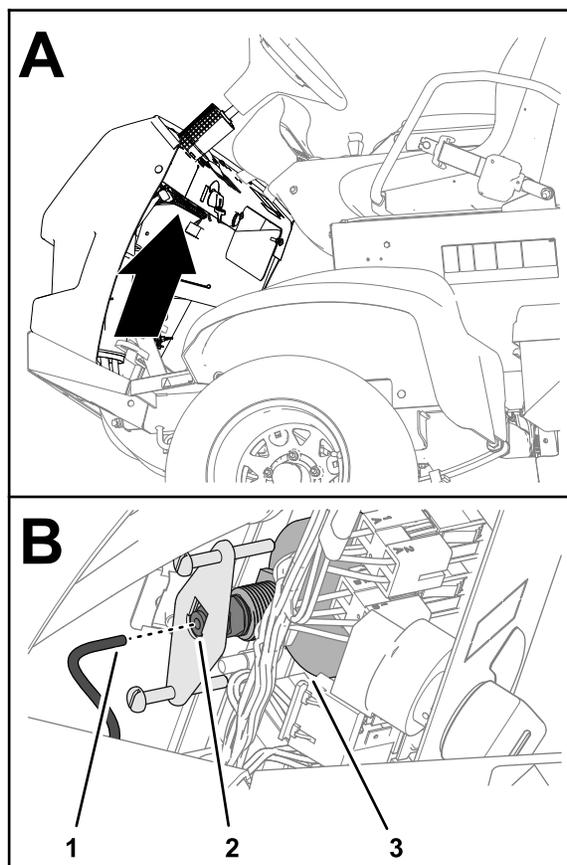

Figura 123
1. Insira o tubo do indicador de pressão no acoplador do tubo na parte posterior do indicador de pressão (Figura 123).